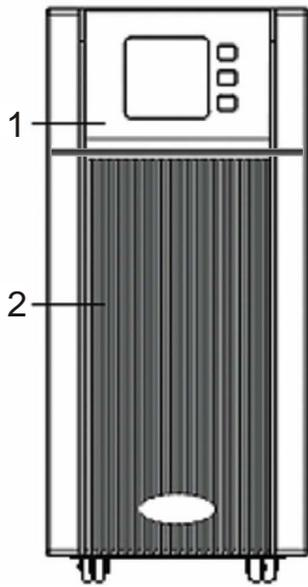

图2-3 6KVA(S)前面板视图
- 2) 卸下端子排盖板，如图2-3所示，将输入线火线零线地线分别连接到相应的输入端子上并拧紧固定螺丝。